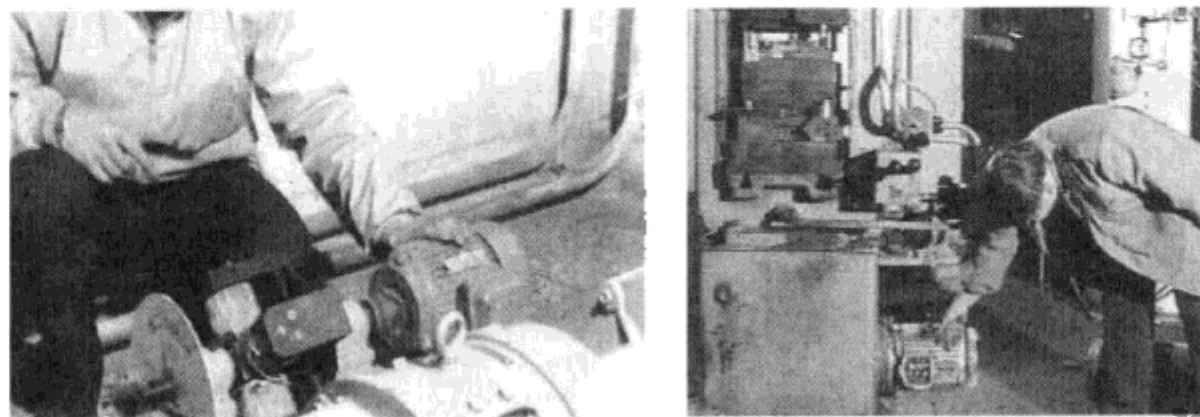

图 3-20 检查电动机温升
① 观察电动机有无异常噪声、震动，尤其当听到发闷、沉重的“嗡嗡”声时，很可能是电动机跑单相，应立即切断电源进行处理，否则会烧坏电动机。
② 通过观察电流表和电压表，能够发现电动机是否过载、三相电流是否平衡以及电源电压是否正常等，以便及时发现问题并加以处理。
③ 用手触摸电动机外壳及轴承处，检查有无过热情况，如图 3-20 所示。如果手掌能长时间紧贴在发热体上，则可以断定温度在  $60^{\circ}\text{C}$  以下。如果热得手掌不能碰触，用手指勉强可以停留  $1\sim 1.5\text{s}$ ，则说明温度已超过  $80^{\circ}\text{C}$ ，若继续运行，电动机可能会被烧坏。
④ 经常检查并清扫电动机机壳上及进风口处的灰尘、杂物；检查电动机内部有没有遭受水侵蚀，传动皮带的张力是否合适等。